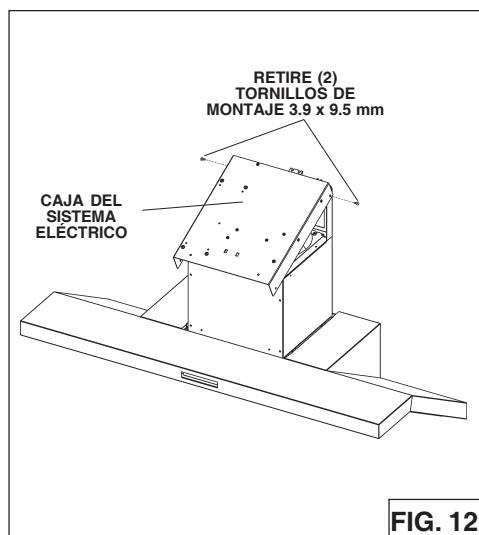

FIG. 12
1. Retire la caja del sistema eléctrico del bastidor de la chimenea quitando (2) tornillos de 3.9 x 9.5 mm. Fig. 12.
2. Fije la caja del sistema eléctrico al bastidor usando (2) tornillos de 3.9 x 9.5 mm que quitó en el Paso 1 y (2) tornillos de 3.9 x 9.5 mm y (2) arandelas planas de la bolsa de herramientas.